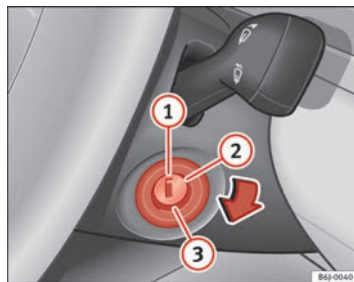

Abb. 98 Zündschlossstellungen
In dieser Stellung ⇒ Abb. 98 sind die Zündung und der Motor ausgeschaltet und die Lenkung kann gesperrt werden.
- Drehen Sie den Zündschlüssel in Stellung ⇒ Abb. 98 ②. Beim Vorglühen des Motors leuchtet die Kontrollleuchte  auf.
- Wenn die Kontrollleuchte ausgeht, drehen Sie den Zündschlüssel in Stellung ③ zum Anlassen des Motors - geben Sie kein Gas.
- Drehen Sie den Zündschlüssel in Stellung ⇒ Abb. 98 ①.